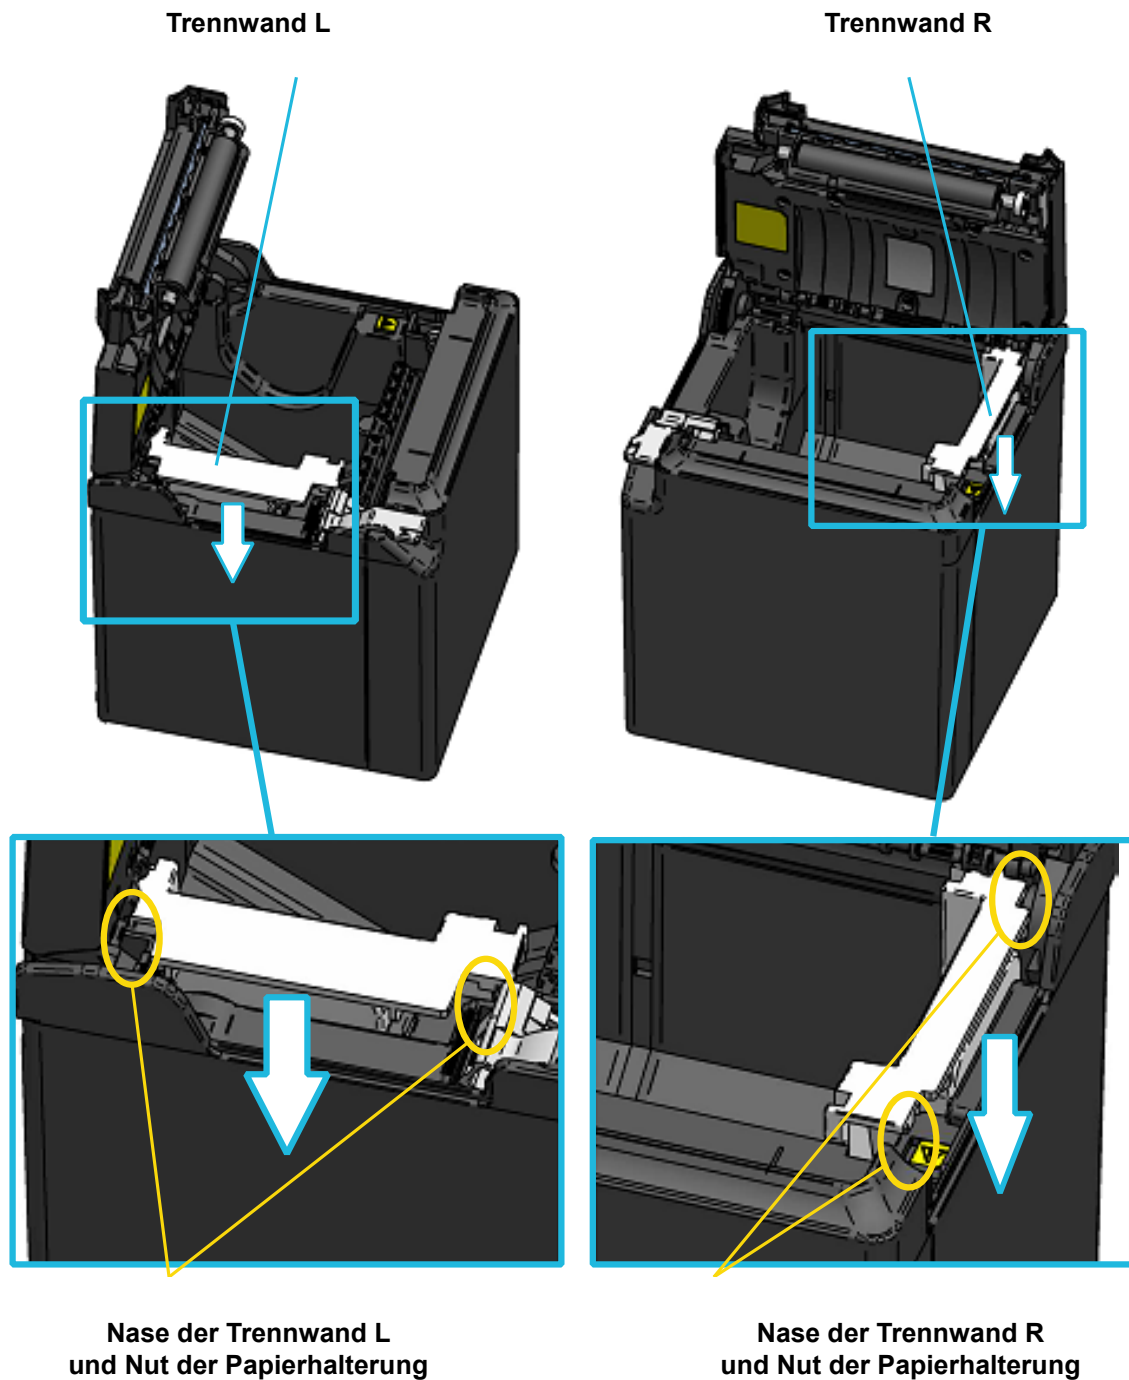

Abbildung 14-3 Anbringung der Trennwand (3)
- (5) Schieben Sie die Trennwand L und die Trennwand R entlang der Innenwand der Papierhalterung in Richtung des Pfeils in Abbildung 14-3. Setzen Sie die Trennwand L und die Trennwand R ein, bis die Nasen (jeweils 2) auf der Oberseite in der Nut an der Papierhalterung eingerastet sind.